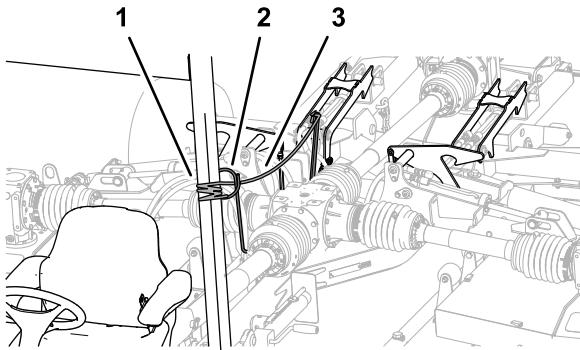

Рисунок 34
1. Проложите трос фиксаторов дек от направляющей шланга в сторону сиденья оператора (Рисунок 34).
4. Привяжите трос к неподвижному компоненту ходовой части буксируемого автомобиля, например к трубе конструкции ROPS (Рисунок 34).